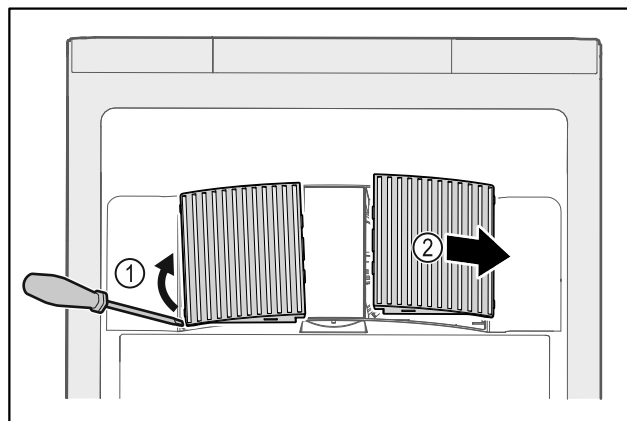

Fig. 46
- ▶ Extraire par un mouvement de levier les caches latéraux Fig. 46 (1) vers l'avant Fig. 46 (2).